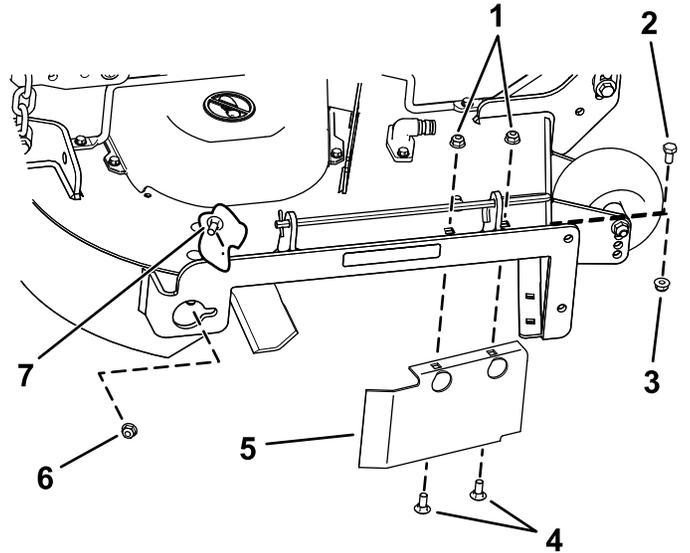

Bild 33
8. Entfernen Sie die Schlossschraube (5/16" x 3/4") und die Sicherungsmutter (5/16") an der Rückwand des Mähwerks, mit denen das Ablenklech am Mähwerk befestigt ist (Bild 33).
9. Ermitteln Sie den Ablenklechschutz an der vorderen Kante der Seitenauswurföffnung (Bild 33).
10. Entfernen Sie die Befestigungen, mit denen die Ablenklechschutzvorrichtung und das rechte Ablenklech am Mähwerk befestigt sind (Bild 33).
13. Bringen Sie die Befestigungen an, die Sie vorher aus den vorderen Löchern in der Auswurfplatte und dem vorderen Loch am Mähwerk entfernt haben (Bild 33).